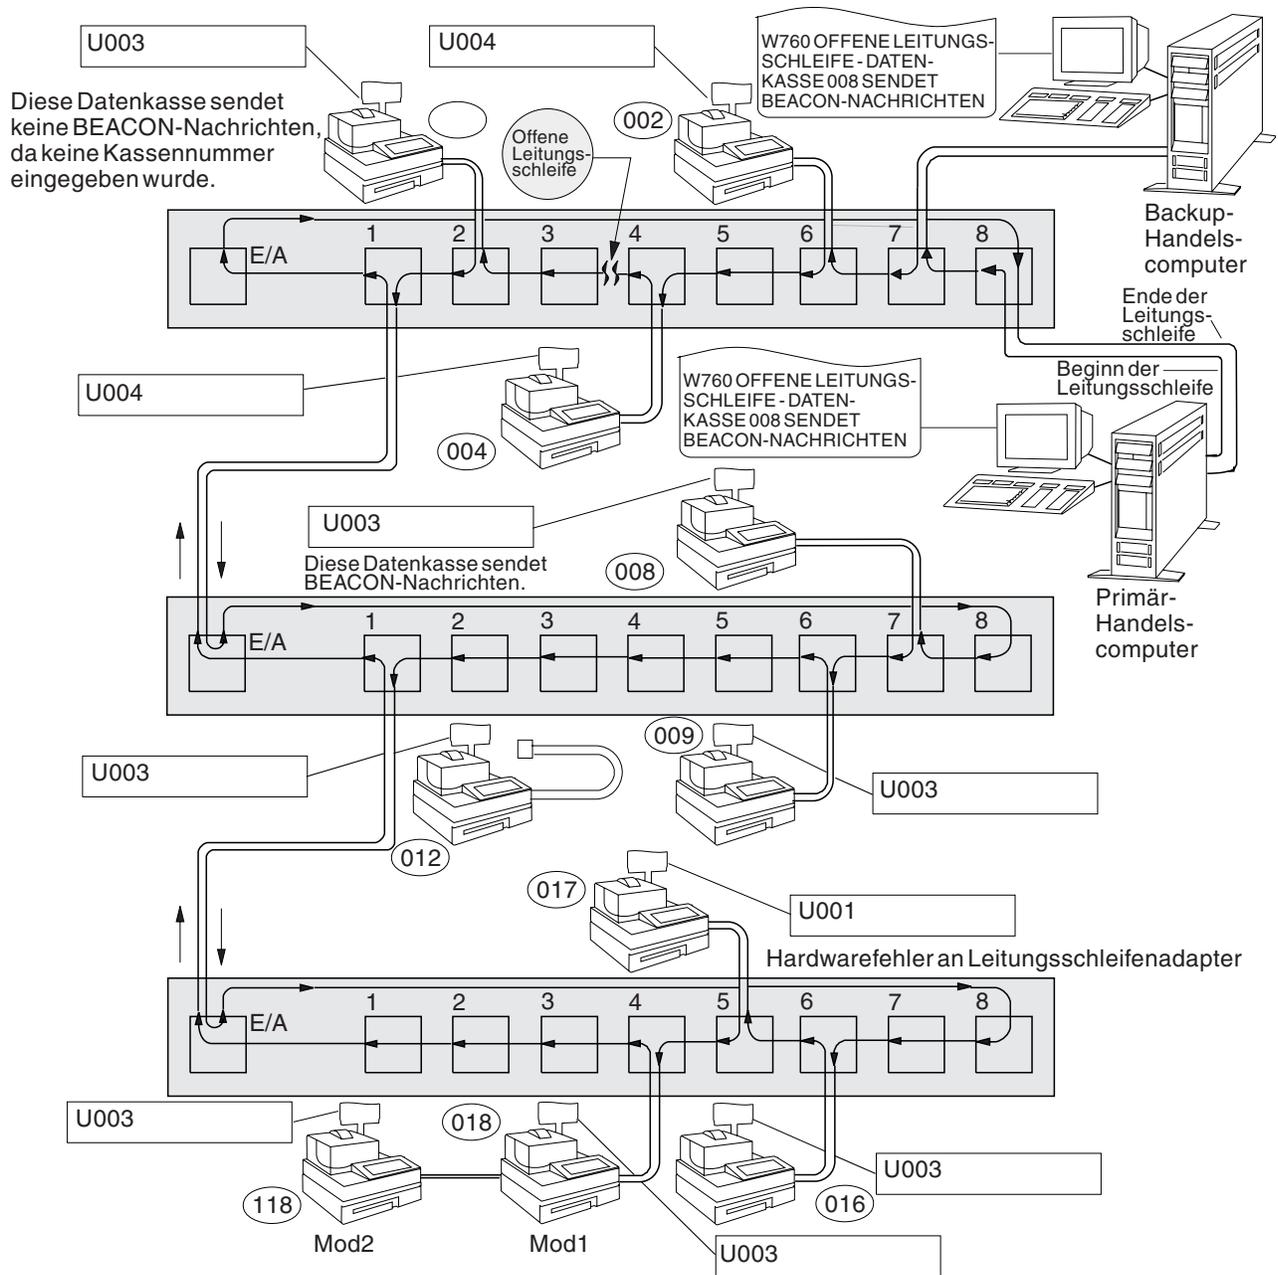

Abbildung 23. Unterbrochene Leitungsschleife
Abb. 23 auf Seite 459 zeigt eine typische Leitungsschleife mit einem IBM Ringleitungsverteiler. Möglicherweise entspricht die vorhandene Leitungsschleife nicht genau der Abbildung, die Position der Datenkassen und deren Anordnungsbeziehung zum Handelscomputer sind jedoch ähnlich. Die Kassennummern werden in numerischer Reihenfolge dargestellt, sie können in der Leitungsschleife jedoch in beliebiger Reihenfolge angeordnet sein. Der Handelscomputer überträgt die Daten leitungsschleifenabwärts an die erste Datenkasse Mod1. Diese Datenkasse Mod1 empfängt die Daten und leitet sie leitungsschleifenabwärts an die nächste Datenkasse Mod1 weiter. Dieser Vorgang wird für jede Datenkasse Mod1 wiederholt, wobei die Daten jeweils von der direkt benachbarten, leitungsschleifenaufwärts angeordneten Datenkasse Mod1 empfangen und an die nächste Datenkasse Mod1, die leitungsschleifenabwärts angeordnet ist, weitergeleitet werden. Die letzte leitungsschleifenabwärts angeordnete Datenkasse Mod1 leitet die Daten wieder zurück an den Handelscomputer.
Eine Anordnungsübersicht (siehe Abb. 23 auf Seite 459) der Leitungsschleife mit folgenden Angaben bereithalten:
- Handelt es sich um eine Datenkasse Mod2, an die entsprechende Partnerkasse Mod1 gehen. Eine Datenkasse IBM 4683 Mod2 zeigt den Status ihrer Partnerkasse Mod1 an. Siehe Abschnitt Abb. 23 auf Seite 459.
- Die Anordnungsübersicht der Leitungsschleife (siehe Abb. 23 auf Seite 459) verwenden, um festzustellen, ob die Kassenummer mit der in Nachricht W760 angegebenen Kassenummer übereinstimmt.